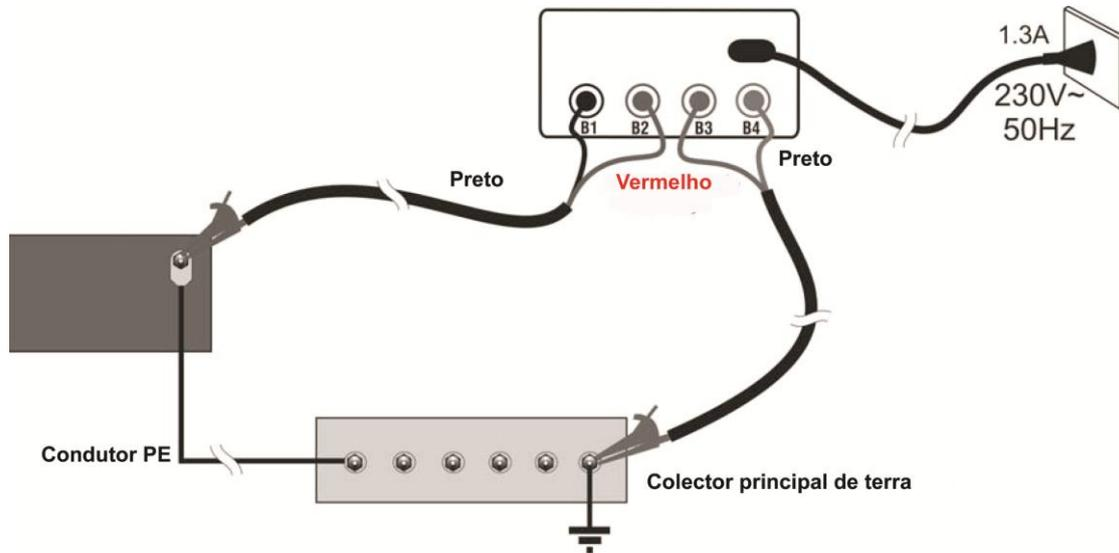

Fig. 5: Ligação do instrumento no teste LOWW 10A
4. Ligar os conectores do cabo de medida C7000 fornecido aos terminais de entrada do instrumento **B1** (Preto), **B2** (Vermelho), **B3** (Vermelho), **B4** (Preto) e os terminais com crocodilo ao objeto em teste conforme o indicado na Fig. 5